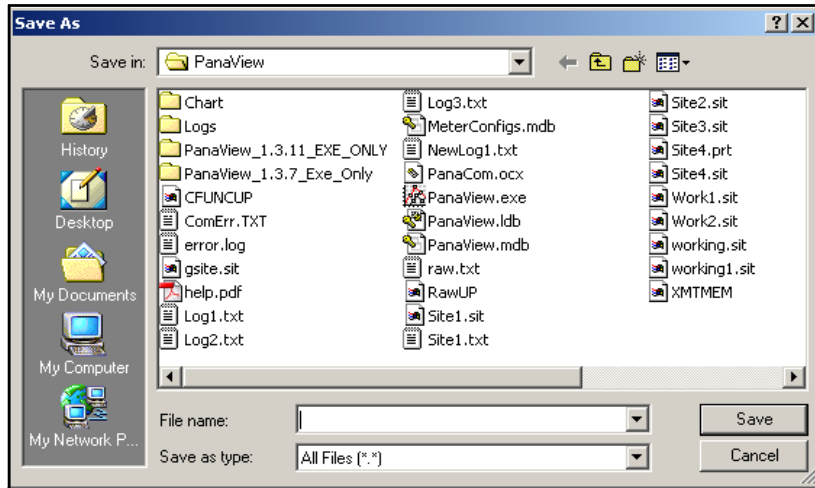

Figura 13: Guardar los datos de la matriz de señales en un archivo
- Si hace doble clic en *A archivo*, se abrirá otra ventana similar a la de la *Figura 13*. Introduzca un nombre de archivo y haga clic en [Guardar]. PanaView guarda los datos de la matriz en un archivo de Windows y cierra la ventana *Calibración/Prueba*.
- Si hace doble clic en *To File (A archivo)*, se abrirá la ventana *Save As (Guardar como)* (similar a la de la *Figura 13* en la *página 47*). Introduzca un nombre de archivo y haga clic en [Guardar]. PanaView almacena los datos de la matriz en un archivo de Windows y cierra la ventana *Calibración/Prueba*.